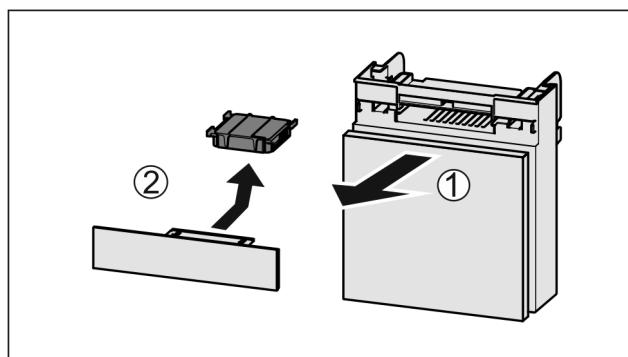

Fig. 128
- ▶ Extragăti Fig. 128 (1) compartimentul către înainte.
- ▶ Scoateți Fig. 128 (2) filtrul de cărbune activ.